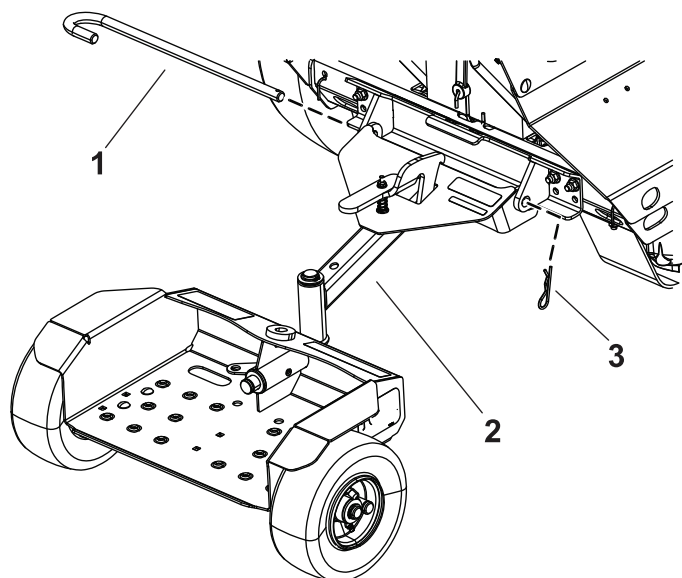

図 3
2. ピボットピンとヘアピンコッターで、サルキーをブラケットに取り付ける図 3。